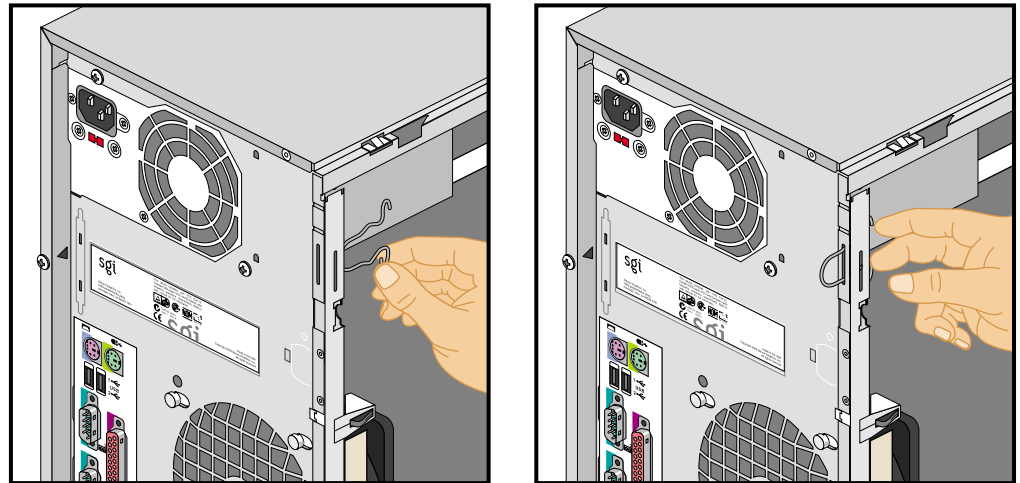

Abbildung 2-30 Anbringen der Verriegelungsöse in der Halteaussparung
5. Setzen Sie den ringförmigen Teil der Verriegelungsöse in die Aussparung im Gehäuse ein, und drücken Sie die Öse nach vorn, bis sie einrastet. Abbildung 2-30 veranschaulicht das Vorgehen.